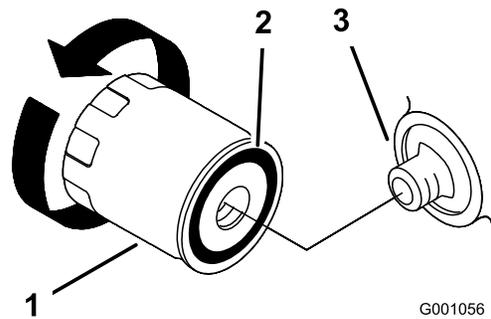

Figura 38
3. Aplique una capa fina de aceite nuevo a la junta de goma del filtro nuevo (Figura 38).
4. Instale el filtro de aceite nuevo en el adaptador del filtro. Gire el filtro en el sentido de las agujas del reloj hasta que la junta de goma entre en contacto con el adaptador del filtro, luego apriete el filtro 1/2 de vuelta más (Figura 38).